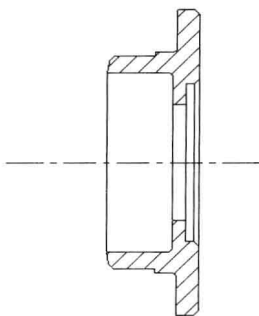

图 8-3-10
- (1) 双击素材文件“8-3-3.dwg”，打开端盖的剖面图形，如图 8-3-10 所示。